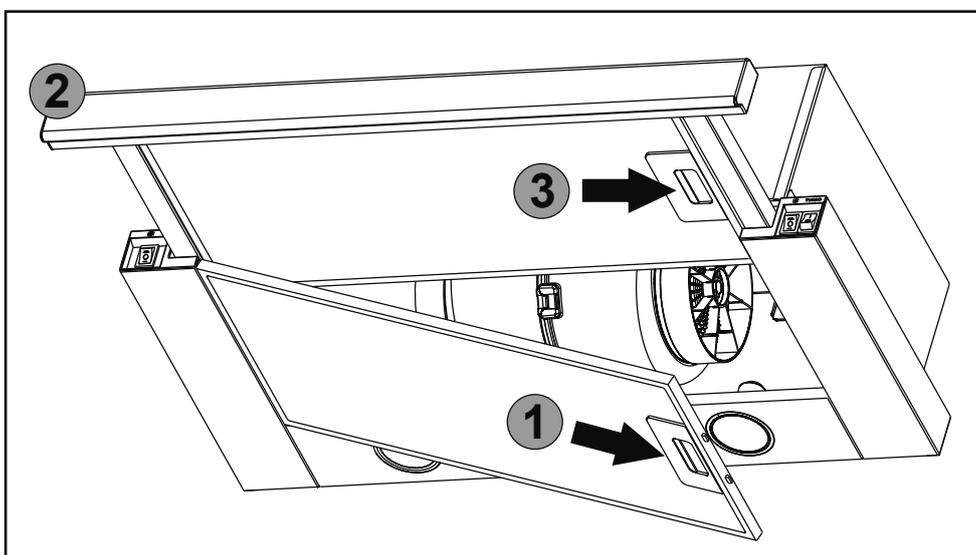

Рис.6
8.7 Для снятия алюминиевого фильтра (**рис.6**) следует нажать на пружинную задвижку алюминиевого фильтра **1** и снять его. Вытянуть выдвижную панель с фильтром **2** и снять алюминиевый фильтр **3**. Установка фильтра выполняется в обратном порядке.